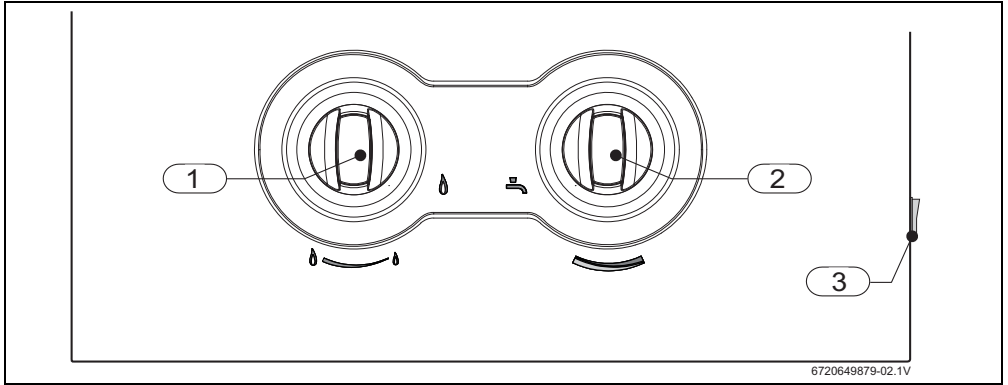

Fig. 5
- ▶ Coloque el interruptor principal (→Fig. 5, [3]) en posición de funcionamiento.